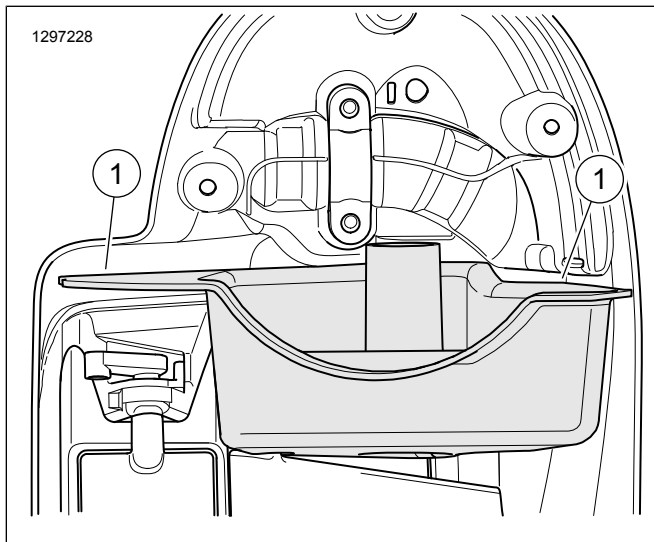

Figura 5. Superfície correspondente da gaxeta da carenagem inferior
5. Veja Figura 5 . Prepare a caixa do alto-falante e a bandeja inferior para a instalação da gaxeta. Limpe com uma mistura com 50 a 70% de álcool isopropílico e com 30 a 50% de água destilada.